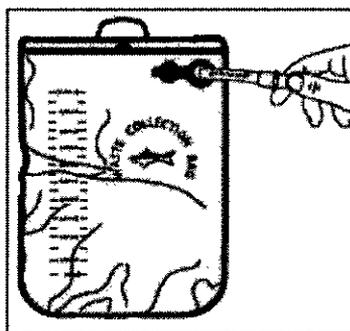

Figura 18
- 10. Introduzca el extremo de desechos del tubo de salida en el dispositivo colector de desechos (figura 18).